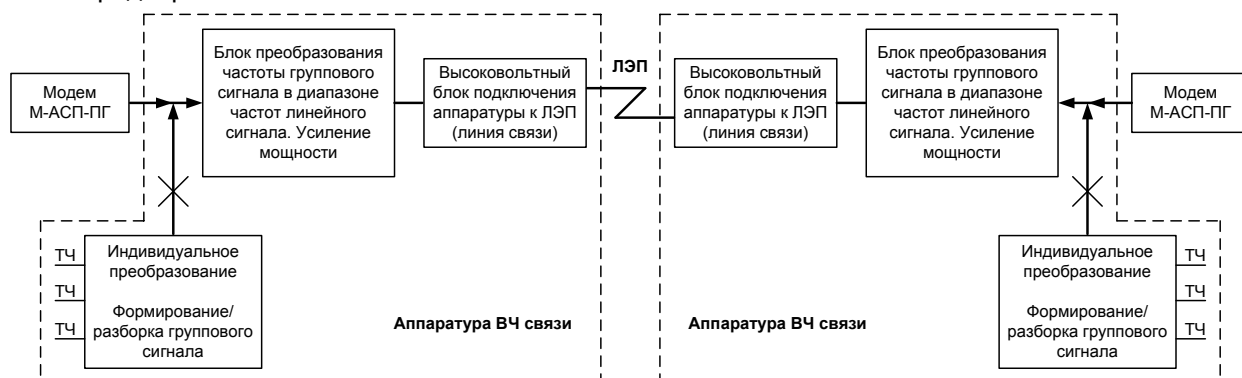

Рис. 6. Схема подключения модемов для организации дуплексного канала связи
Схема подключения модемов для организации дуплексного канала связи приведена на Рис. 6. При этом предполагается, что перед включением электропитания модемов аппаратура ВЧ связи предварительно была включена.
1. Соединить модемы в соответствии со схемой, приведенной на Рис. 6.